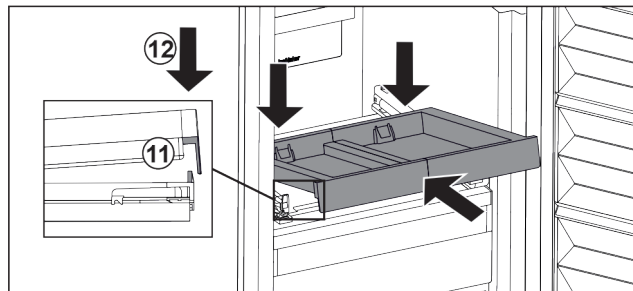

Fig. 103
- ▶ Vstavite jo v poševnem položaju. Pazite, da je nastavek na obeh straneh za jezičkom. Fig. 103 (11)
- ▶ Izvlečno polico odložite spredaj. Fig. 103 (12)